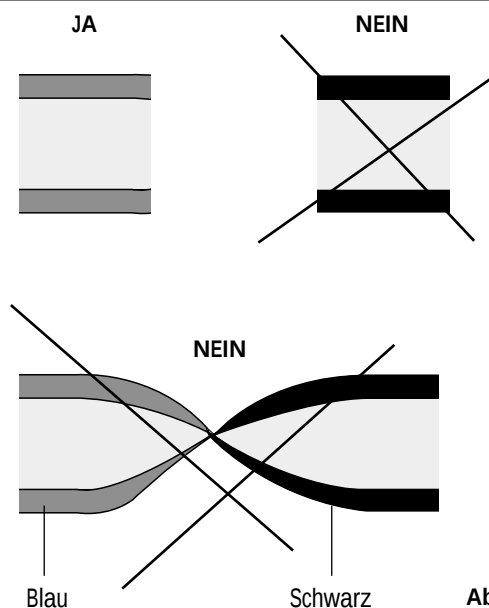

Abb. 9
- c** Anbringen des Gurts. Achtung, dieser hat einen Sinn. Die blauen Streifen müssen sichtbar sein (die schwarzen Streifen liegen auf dem Becken auf. Ausnahme: die WINKY 4-Becken, deren Gurt keinen schwarzen Streifen aufweist). Der Gurt darf keinesfalls verdreht sein, **Abb. 9**.